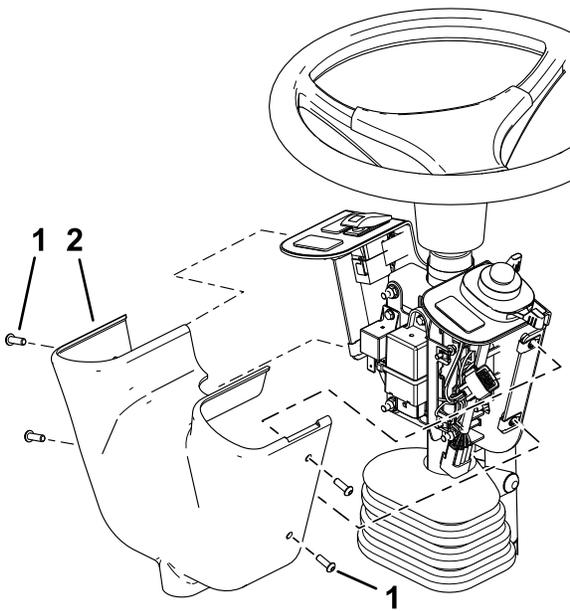

图 7
9. 卸下固定控制面板盖的 4 个内六角头螺丝然后取下控制面板盖如图 7。
12. 如图 7 中所示安装控制面板盖。